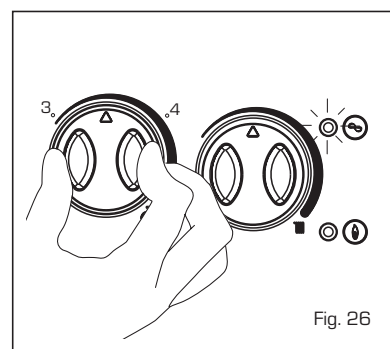

Fig. 26
### REGULACION DE LAS TEMPERATURAS (fig. 26)
- La regulación de la temperatura del agua sanitaria se obtiene con la manopla del potencímetro sanitario (☺) con un campo de regulación de 30 a 60°C. La regulación con sistema solar se efectúa como indicado en fig. 26/a.